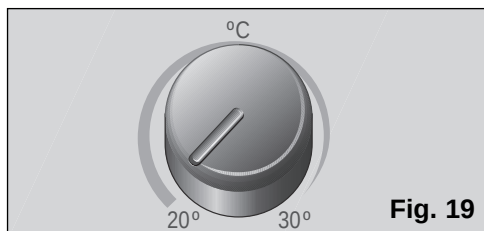

Fig. 19
- ☐ Collocare il termostato sulla temperatura desiderata **Fig. 19**. Se l'apparecchio si spegne automaticamente perché la camera ha raggiunto la temperatura selezionata, si dovrà aspettare che la temperatura ambiente aumenti 2-3°C perché riprenda il suo funzionamento.